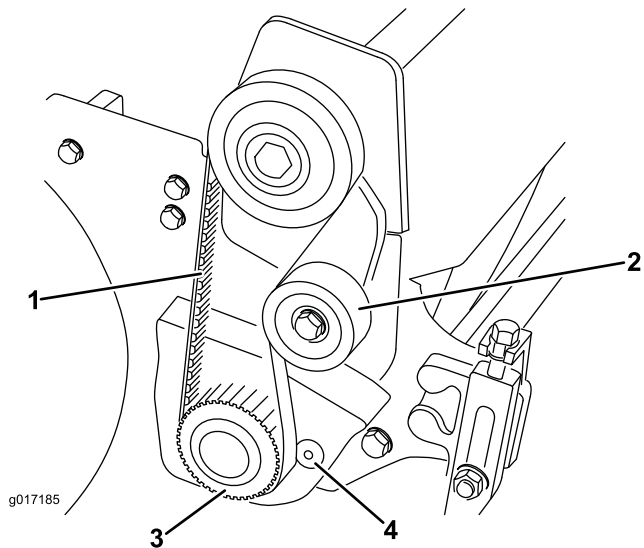

図 8
17. リール駆動ベルトを外す；アイドラプーリをゆるめてベルトのテンションをなくしておいてプーリからリール駆動ベルトを外す（図 8）。
18. 1/2 インチのドライブラチェットとエクステンションを使って、駆動プーリをリールシャフトから取り外す（図 8）。リールが回転しないように角材などで固定する。
す（図 8）。グルーマームカバーを取り外す；ねじ類は捨てないこと。